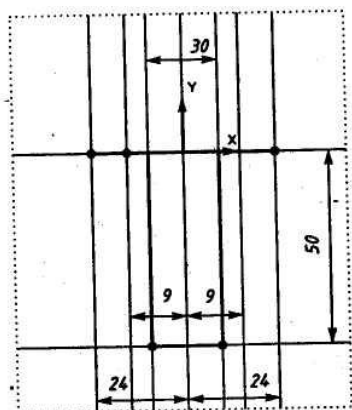

Рисунок 47
7. По команде Ввод окружности на панели инструментов проводим две окружности радиусом  $R=15\text{мм}$  сплошной толстой линией. Делаем вспомогательные построения: две окружности  $R(15+15)$  для нахождения центров дуг сопряжения  $R15$ , окружность  $R(15+25)$  для нахождения центра окружности сопряжения  $R25$  (см. рис.47).